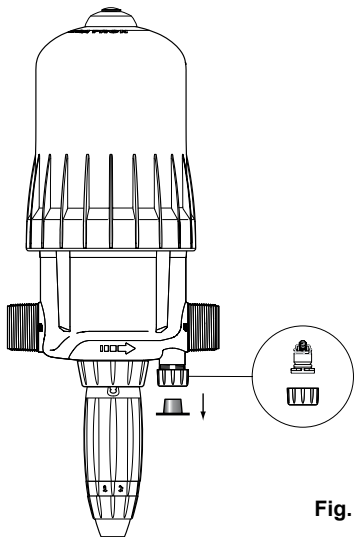

Fig. 6
- Il rétablit automatiquement la pression atmosphérique dans l'installation en cas de dépression accidentelle* (**Fig. 6**). Son utilisation relève de la réglementation sanitaire en vigueur dans le pays.